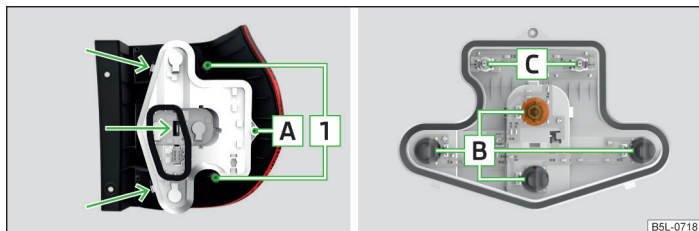
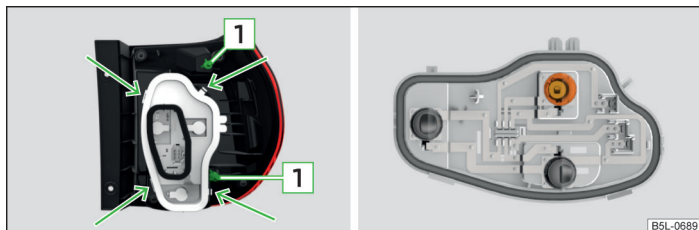

Fig. 204 Partea interioară a lămpii: Lampa de bază
Fig. 205 Partea interioară a lămpii: Lampa cu diode cu LED
- Apăsați cu grijă lampa în caroserie, astfel încât bolțurile **1** » fig. 204 la pagina 250, respectiv » fig. 205 la pagina 250 ale lămpii să se fixeze în suporturile din caroserie.
- Deșurubați șurubul de siguranță **A** » fig. 204 cu cheia torx.
- Deblocați suportul becului din elementele de fixare marcate cu săgeți » fig. 204 și scoateți-l din lampă.
- Rotiți becul respectiv **B** » fig. 204 până la limită în sens antiorar și scoateți-l din suportul lămpii.
- Scoateți becul **C** » fig. 204 din soclu și introduceți un bec nou.
- Deblocați suportul becului din elementele de fixare marcate cu săgeți » fig. 205 și scoateți-l din lampă.
- Rotiți becul respectiv » fig. 205 până la limită în sens antiorar și scoateți-l din suportul lămpii.